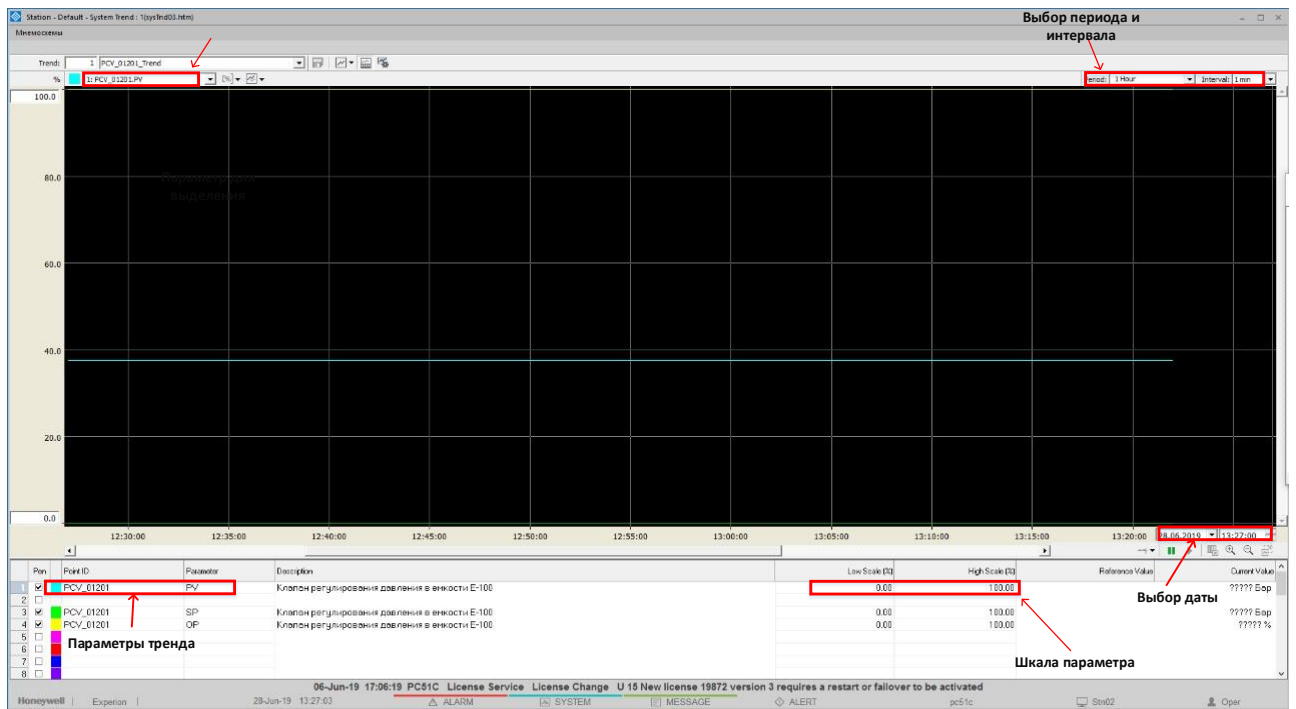

Рисунок 39 - Окно просмотра тренда
2. Выберите тренд, щелкнув по нему. Откроется окно просмотра тренда (Рис.39).